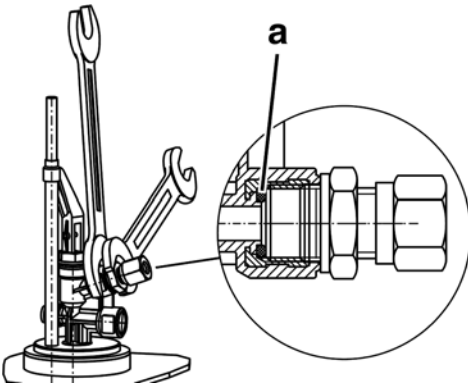

Bild 5: Rohrverschraubung montieren
3. Mit Schlüssel SW 24 an der Armatur gehalten und Rohrverschraubung mit max. 20 Nm anziehen (Bild 5).